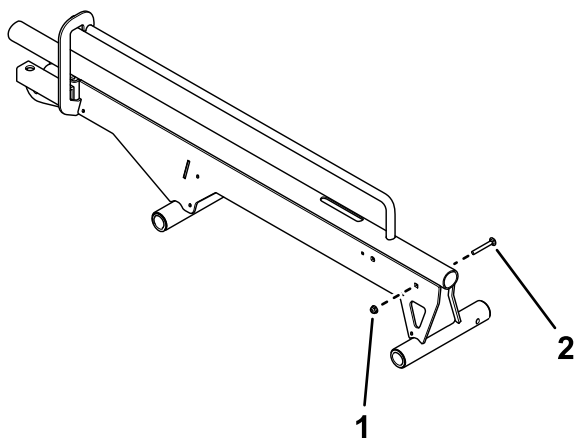

Figura 1
1. Instale um parafuso de carroçaria e uma porca flangeada (¼ pol.) no conjunto da rampa (Figura 1).